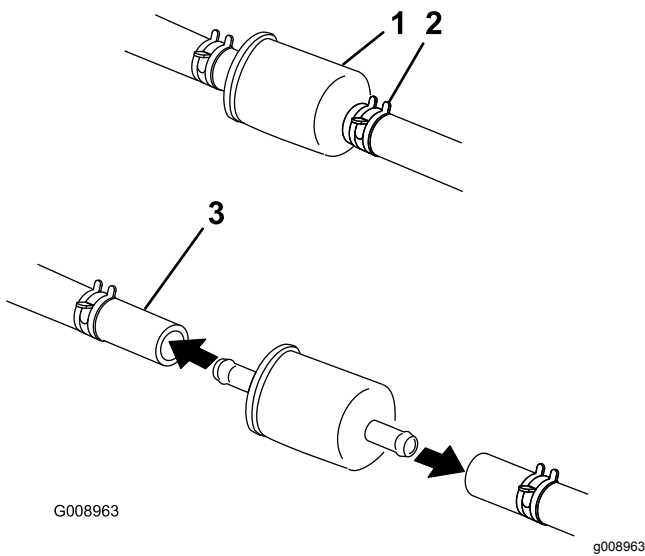

Bild 48
2. Lösen Sie die Schlauchklemme an der Vergaserseite des Filters und ziehen die Kraftstoffleitung vom Filter ab (Bild 47 und Bild 48).